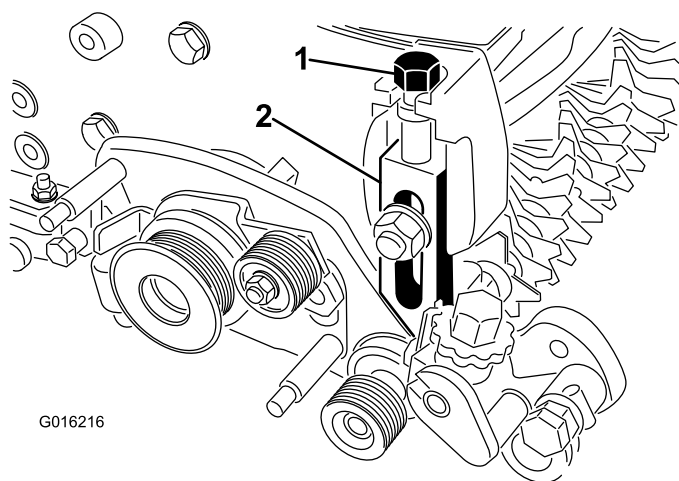

Figure 10
21. Vissez la vis de réglage de hauteur de coupe au sommet du bras de réglage droit (Figure 10).
22. Fixez le bras de réglage droit sur la plaque latérale du plateau de coupe au moyen du boulon de charrue, de l'écrou et d'une rondelle neuve. L'extrémité de la tige du bras de réglage doit glisser dans la douille placée dans le trou de l'entraînement du groomer (Figure 10).
25. Vissez la vis de réglage de hauteur de coupe au sommet du bras de réglage gauche (Figure 10).
27. Fixez le bras de réglage gauche sur la plaque latérale du plateau de coupe au moyen du boulon de charrue, de l'écrou et d'une rondelle neuve (Figure 10).